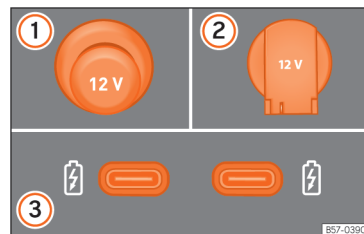

Abb. 132 12-Volt-Steckdose: ① in der Mittelkonsole, ② im Gepäckraum. USB-Steckdose im hinteren Bereich der Mittelkonsole ③.
- Ziehen Sie den Stecker in der Mittelkonsole aus der Steckdose heraus »» **Abb. 132 ①**.
- Die Abdeckkappe der Steckdose anheben »» **Abb. 132 ②**.
Die USB-Eingänge befinden sich im hinteren Teil der Mittelkonsole zwischen den Vordersitzen »» **Abb. 132 ③**. Jeder dieser Anschlüsse verfügen über eine maximale Leistung von bis zu 10,5 W.